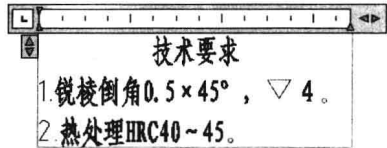

图 5-2-18
(4) 在视图的文本输入框中右击, 在弹出的菜单中选择“粘贴”, 即可将选择的特殊符号插入多行文字中, 继续输入其他文字, 如图5-2-18所示。单击“关闭文字编辑器”按钮